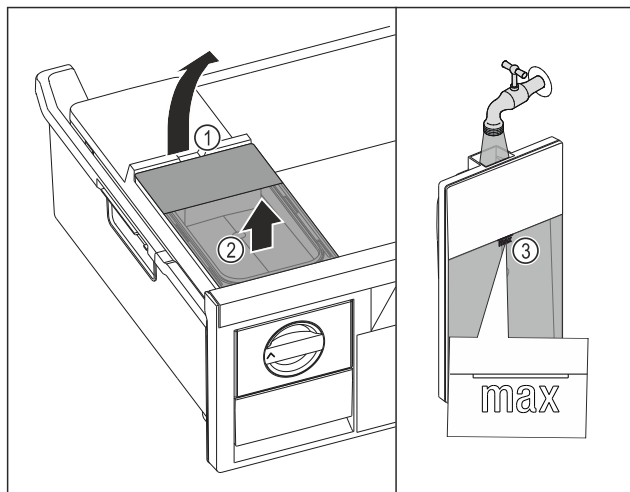

Fig. 180
- Podignite spremnik za vodu na otvoru Fig. 180 (1).
- Izvadite spremnik za vodu prema gore. Fig. 180 (2)
- Spremnik za vodu napunite pitkom vodom do oznake Fig. 180 (3).